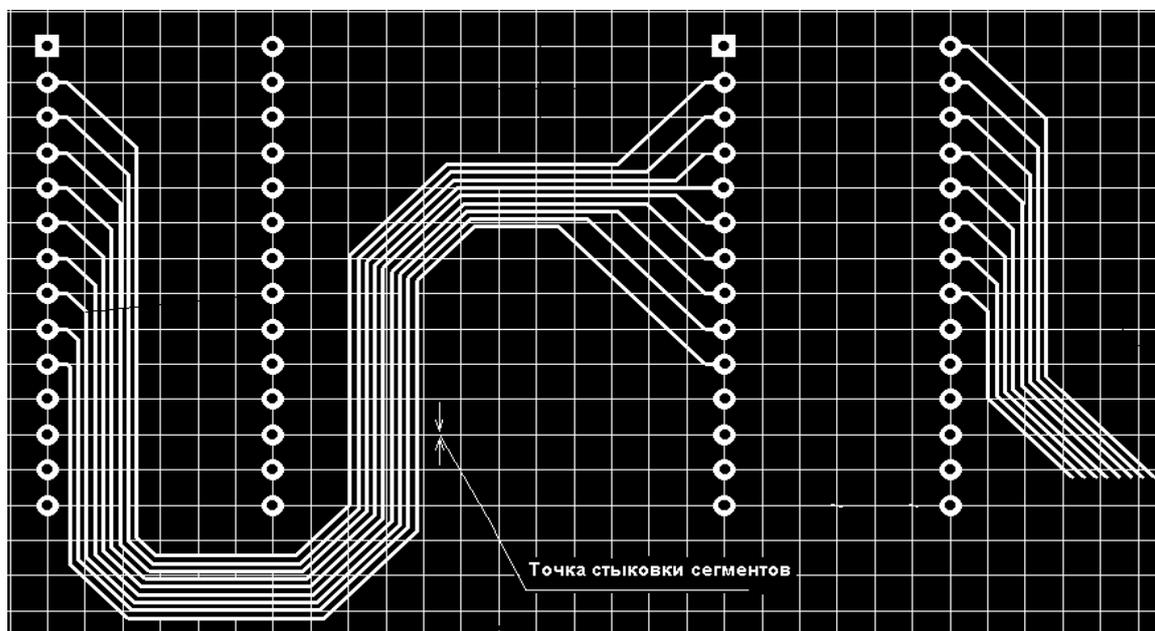

Рис. 7.9
Одним из приемов стандартной интерактивной трассировки является разводка функционально однородных цепей типа шин адреса и данных ПЭВМ и микроконтроллеров, устройств памяти и т.п. Разводка таких множественных трасс состоит из двух фаз: формирования веера при уходе трассы от контактов компонента и дальнейшая разводка групповой трассы (рис. 7.9).
4. Нажать левую клавишу мыши и, не отпуская, начать прокладку групповой трассы. Печатные проводники групповой трассы собираются веером под наклоном 45° . Форма веера меняется в зависимости от направления перемещения курсора – параллельно линии размещения контактов или перпендикулярно этой линии (см. рис. 7.9).